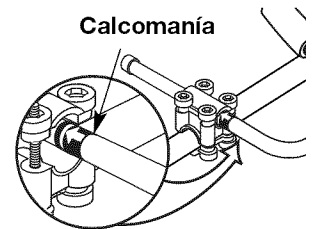

Fig. 2
2. Mientras sostiene las tres piezas juntas, instale los cuatro (4) tornillos a través de la abrazadera superior en la abrazadera media.
5. Deslice la manija en J hacia dentro o hacia fuera hasta que la flecha o línea blanca de la calcomanía toque el ensamble de abrazaderas (Fig. 2).